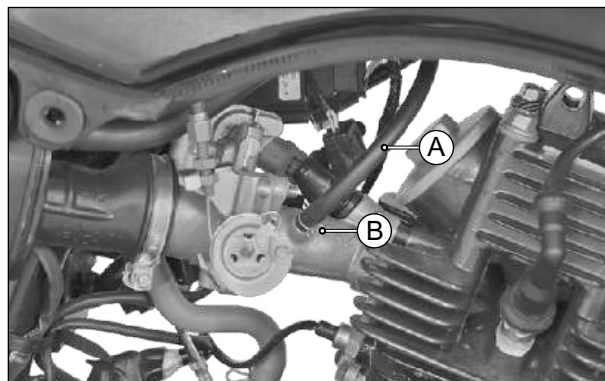

Fig. 1.33
- Remova a mangueira da válvula de purga (A) do conjunto do corpo do acelerador, deslocando a braçadeira da mangueira (B). (Fig. 1.33)